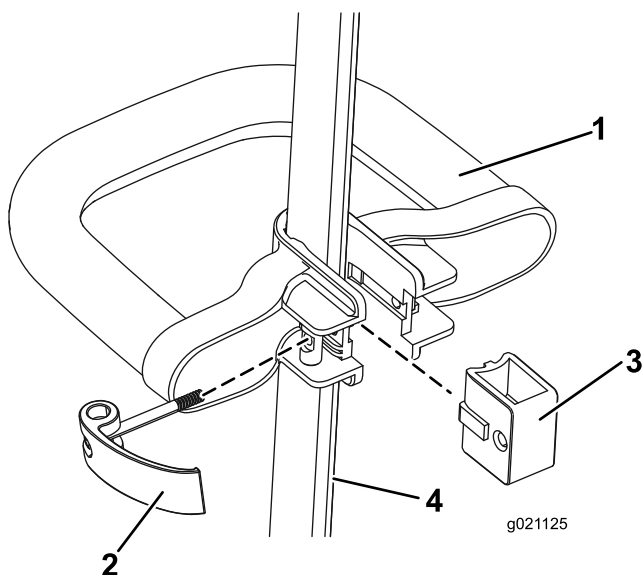

Figura 5
1. Coloque la empuñadura auxiliar sobre el mango superior de la desbrozadora con la superficie lisa hacia el operador (Figura 5).
2. Introduzca la pieza de refuerzo en la empuñadura auxiliar de manera que el refuerzo encaje en la ranura del mango (Figura 5).
3. Introduzca el cierre desde la izquierda por la empuñadura y la pieza de refuerzo, según se indica en Figura 5, y apriete el tornillo del cierre con un destornillador de punta Phillips.